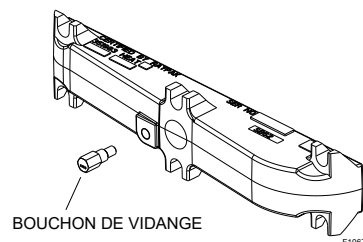

Figure 54. Robinet de vidange du distributeur de retour
3. Retirez le panneau d'inspection de l'échangeur de chaleur situé sur le côté opposé des raccords d'eau pour accéder au bouchon de vidange du raccord de retour. Ouvrez le bouchon de vidange du raccord de retour, voir **Figure 54**.